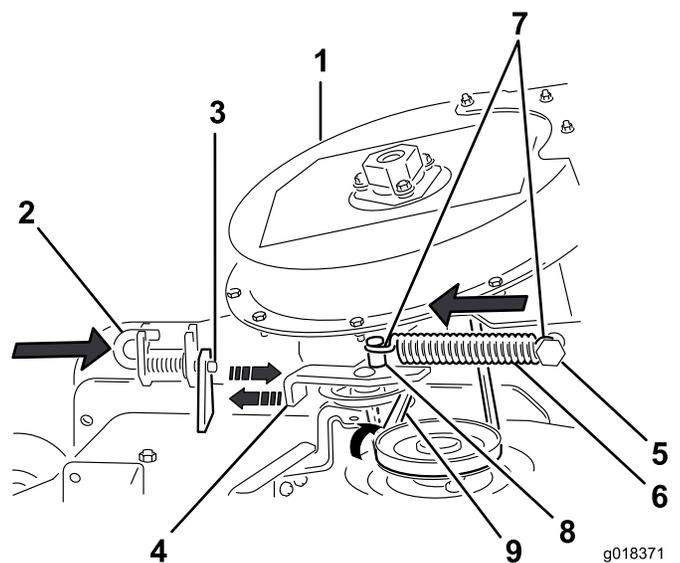

Figure 45
2. Faites passer la courroie momentanément sous la poulie de tension (Figure 45).
3. Déplacez le support de pivot de la poulie de tension vers le tenon fixe du ressort et accrochez le ressort en alignant le crochet sur le tenon mobile du ressort (Figure 45).
4. Tirez sur la poulie de tension rappelée par ressort pour l'éloigner du tenon fixe et chaussez la courroie sur la poulie du plateau de coupe (Figure 45).